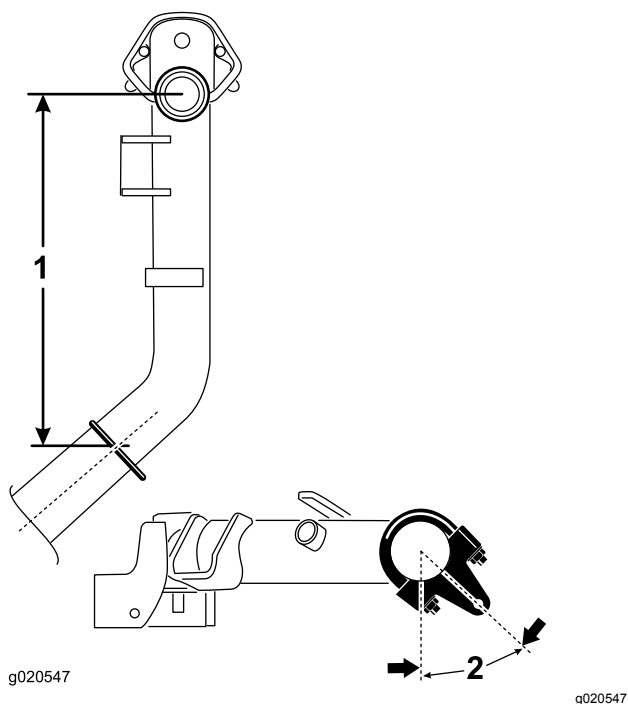

Figura 6
- Nos braços de elevação número 2 e 3, posicione os suportes e as cavilhas em U 38,1 cm atrás do centro da articulação (Figura 6).